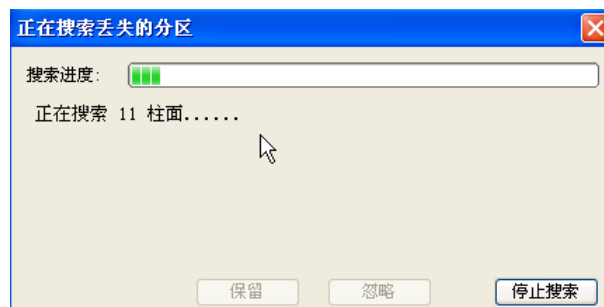

图 5-84 搜索分区
(4) 我们单击“忽略”继续进行搜索，如图 5-84 所示。